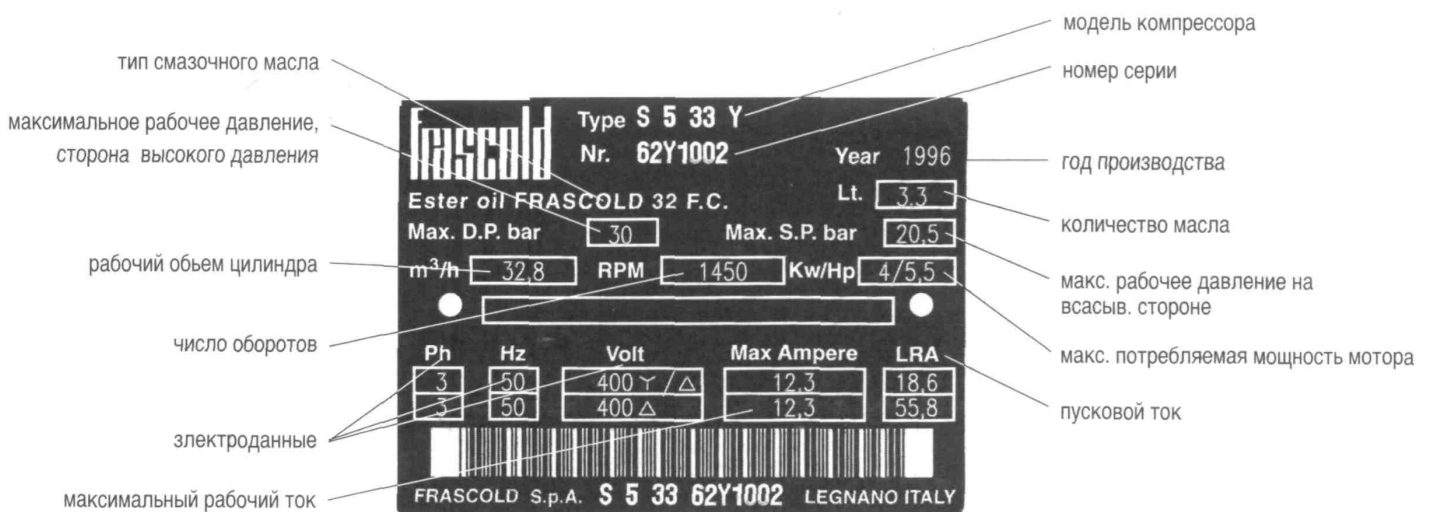

Рис. 1
Каждый компрессор имеет фирменную табличку на заклепках, которая содержит все технические данные и необходимые сведения о компрессоре. См. также рисунок 1.
- е) проверить соответствие электроданных на фирменной табличке компрессора (см. рис.1 на стр. 8) предусмотренным значениям